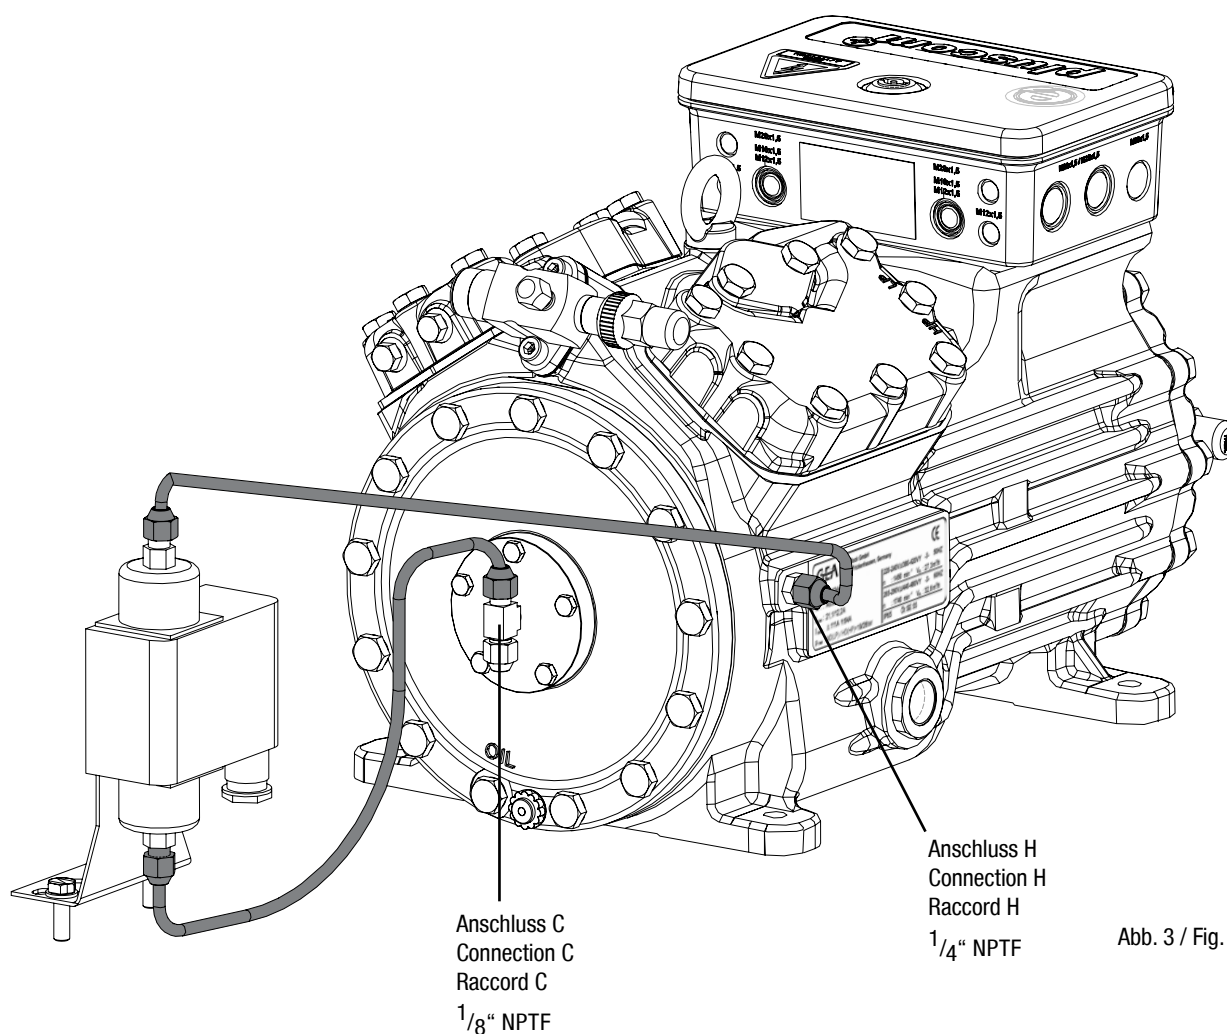

Abb. 3 / Fig. 3 / Fig. 3
- Öldrucksicherheitsschalter gemäß Abb. 3 anschließen, beiliegende Herstellerinformationen beachten.
- Connect up oil pressure safety switch according to figure 3, observe the enclosed manufacturer information.